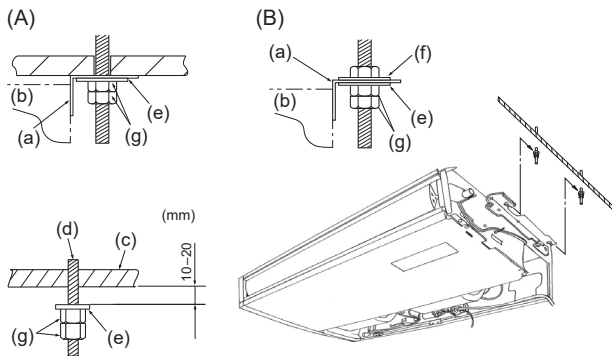

Fig. 3-5
- (D) Griglia di ingresso (J) Far scivolare il pannello laterale in avanti
- (E) Manopola della griglia di ingresso (K) Pannello laterale
- (F) Far scivolare (L) Rimuovere le viti di fissaggio del pannello laterale.
- (G) Cerniera (M) Rimuovere la pellicola di protezione in vinile della lamella.
- (H) Spingere la cerniera per far uscire la griglia.
- (2) L'apertura forzata della griglia di ingresso o un'apertura con un'angolazione superiore a 120°, possono danneggiare le cerniere della stessa.
3.3. Installazione della sezione interna (Fig. 3-5)